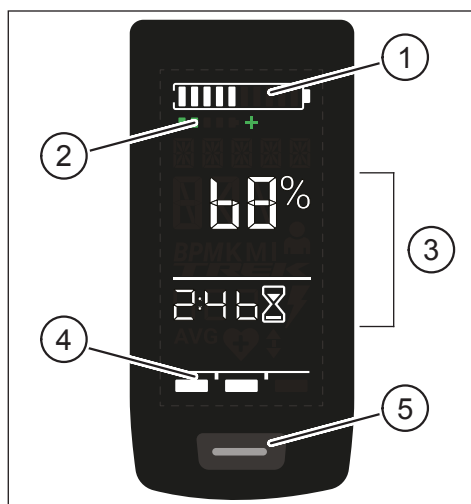
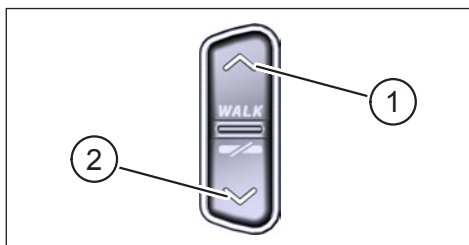

Abb. 1: Bedien- und Anzeigeelemente am Display
Abb. 2: Bedienelemente an der Remote
Pos. in Abb. 1	Beschreibung
Pos. in Abb. 2	Beschreibung
- Halten Sie die Bedientaste am Display (Pos. 5 in Abb. 1) und die Bedientaste UNTEN an der Remote (Pos. 2 in Abb. 2) für mindestens 5 s gedrückt.
- Mit einem **kurzen** Druck auf die Bedientaste am Display (Pos. 5 in Abb. 1) wechseln Sie zur nächsten Bildschirmansicht.
- Durch Betätigen der Bedientaste UNTEN an der Remote (Pos. 2 in Abb. 2)